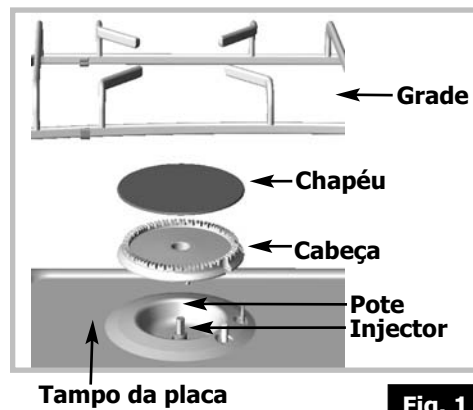

Fig. 1
- ❶ Adaptar a ligação do gás
- ❷ Mudar os injectores
- ❸ Regular os dispositivos de redução do débito das torneiras
❶ **ADAPTE A LIGAÇÃO** da placa ao novo tipo de regulação do gás. Refira-se ao parágrafo "**Ligação do gás**" correspondente.
❷ **MUDE OS INJECTORES** procedendo como segue:
• Com ajuda da chave fornecida, desatarraxe os injectores situados no fundo da cada pote e retire-os (**fig 1**).